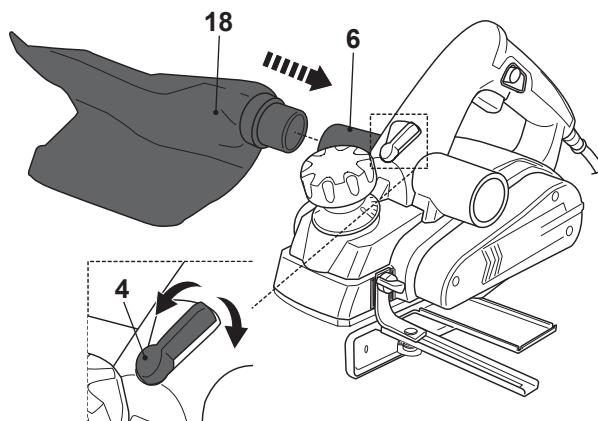

Fig. 1
- > Alinhe o conector do saco de recolha de pó (18) com a saída de extração de pó (6) num dos dois lados do produto e insira-o até ao fundo (Fig. 1).
- > Ajuste a alavanca para mudar a direção da expulsão do pó (4) para mudar o fluxo de ar para a direita ou esquerda em função do lado selecionado para a conexão.
- > Retire o conector com um movimento de rotação para retirar o saco de recolha de pó (18).